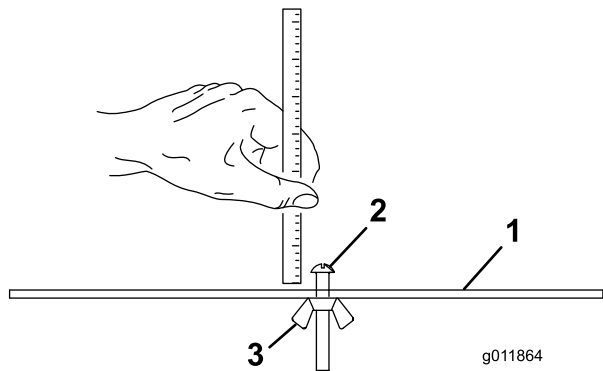

Figura 18
- 2. Desaperte a porca da barra indicadora (Figura 18) e regule o parafuso de ajuste para a altura de corte desejada.